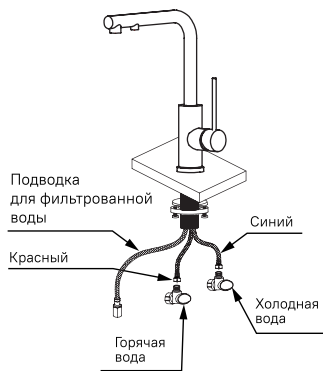
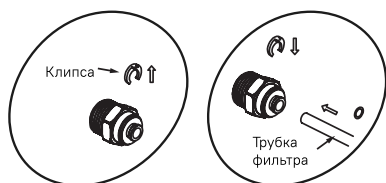

Рис. 4
Рис. 5
- Подключите гибкую подводку к системе водоснабжения, используя пластиковые ключи (рис. 4). При затяжке накидных гаек необходимо придерживать рукой шланг гибкой подводки (рекомендуется подключение холодной воды справа, горячей – слева). Соедините подводку для фильтрованной воды с адаптером, а затем подсоедините фильтр (рис. 5). При подключении фильтра следуйте инструкции производителя фильтра.